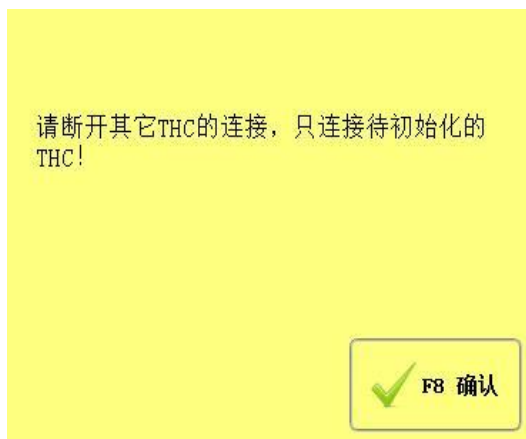

图 12.2 THC 初始化链接
- 进入调高器配置界面: 将实际的调高器 1 接入系统, 断开其它的调高器。点击【初始化 THC1 连接】按钮。会弹出确认对话框, 如图 12.2 所示